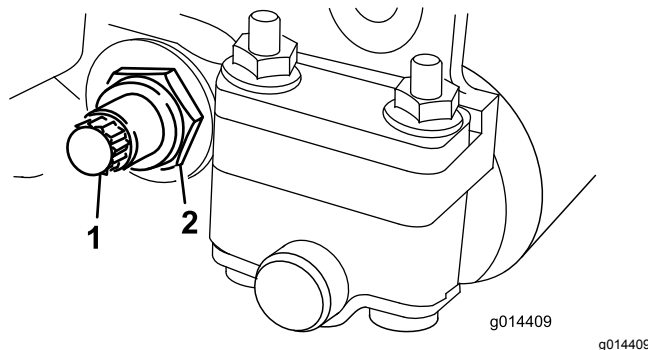

Figura 21
3. Desaperte a porca de bloqueio que segura a cavilha da barra de apoio, em cada um dos lados da máquina (Figura 21).
4. Remova cada um dos parafusos da barra de apoio, de modo a puxá-la e retirá-la da unidade de corte (Figura 21).